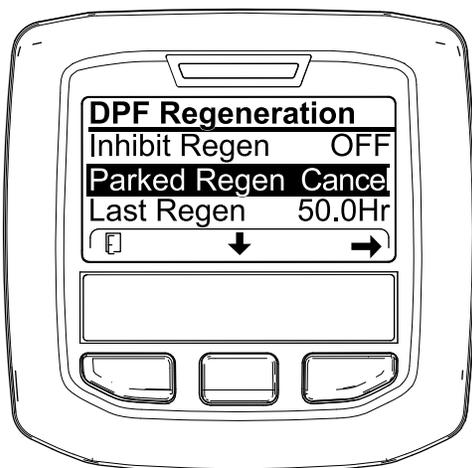

Рисунок 62
1. Перейдите к меню регенерации DPF (Рисунок 62).
2. Нажмите среднюю кнопку, чтобы перейти вниз к опции PARKED REGEN CANCEL (ОТМЕНА СТАЦИОНАРНОЙ РЕГЕНЕРАЦИИ) (Рисунок 62) или к опции RECOVERY REGEN CANCEL (ОТМЕНА ВОССТАНОВИТЕЛЬНОЙ РЕГЕНЕРАЦИИ) (Рисунок 63).
3. Нажмите правую кнопку для выбора опции Regen Cancel (Отмена регенерации) (Рисунок 62 или Рисунок 63).